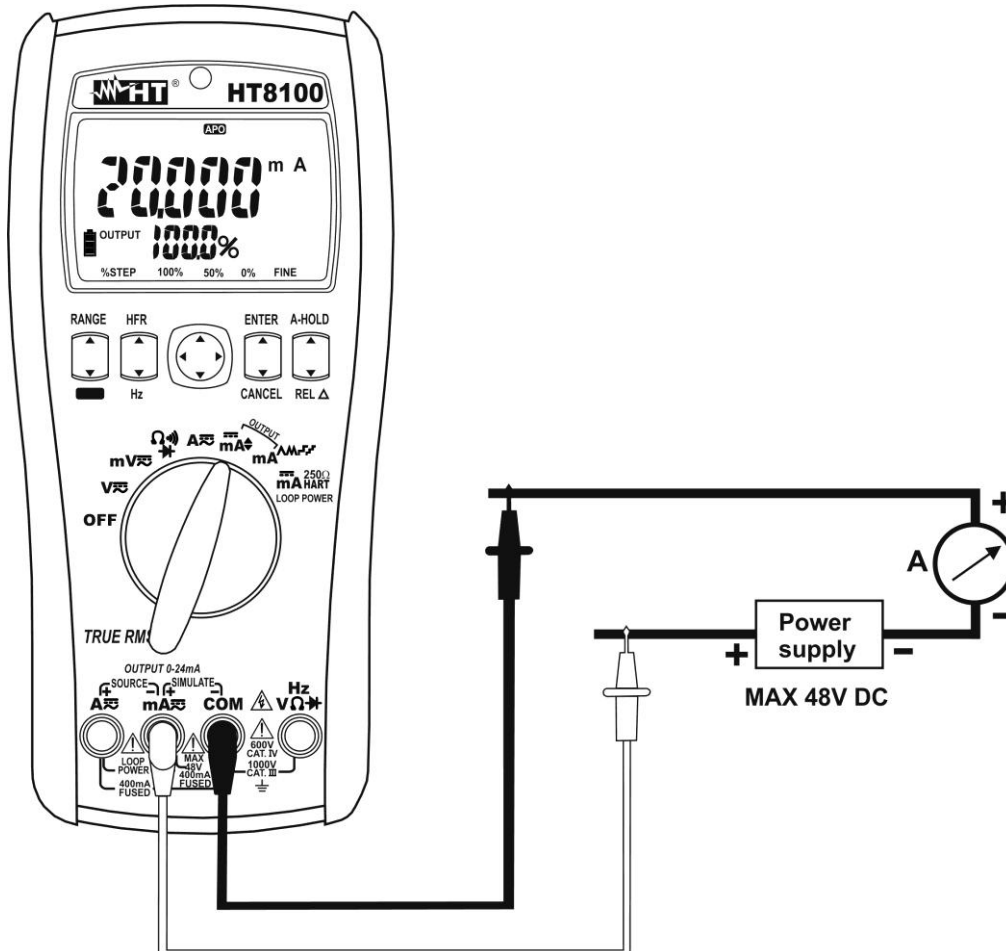

Abb. 9: Verwendung des Gerätes für die Simulation eines Wandlers
5. Kontaktieren Sie die Prüfspitzen der roten Messleitung und der schwarzen Messleitung mit der externen Quelle (siehe **Abb. 9**).